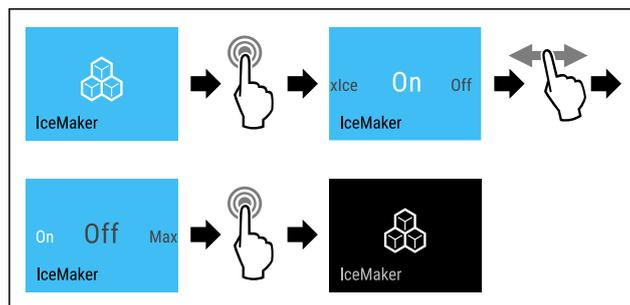

Fig. 23 Beispielhafte Darstellung mit aktiver Funktion IceMaker
- ▶ Handlungsschritte (siehe Fig. 23) durchführen.